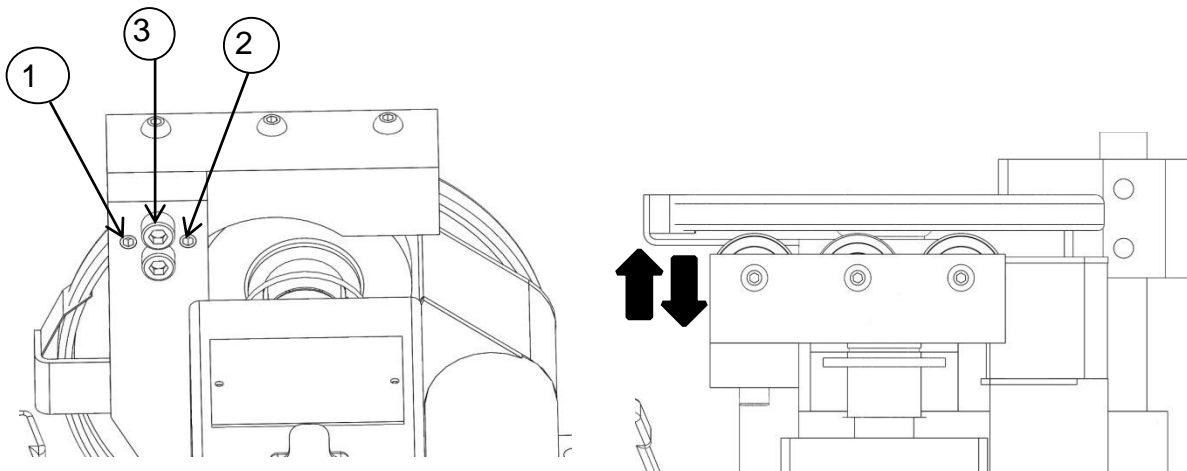

Fig 1.2
- Los lichtjes de steunschroef van de voeler, Fig 1.2 (3).
- Regel met het hoekregelingsmechanisme (1) and (2), de hoek tot deze volledig evenwijdig is (180°).
- Draai na het regelen alle schroeven terug vast (3).